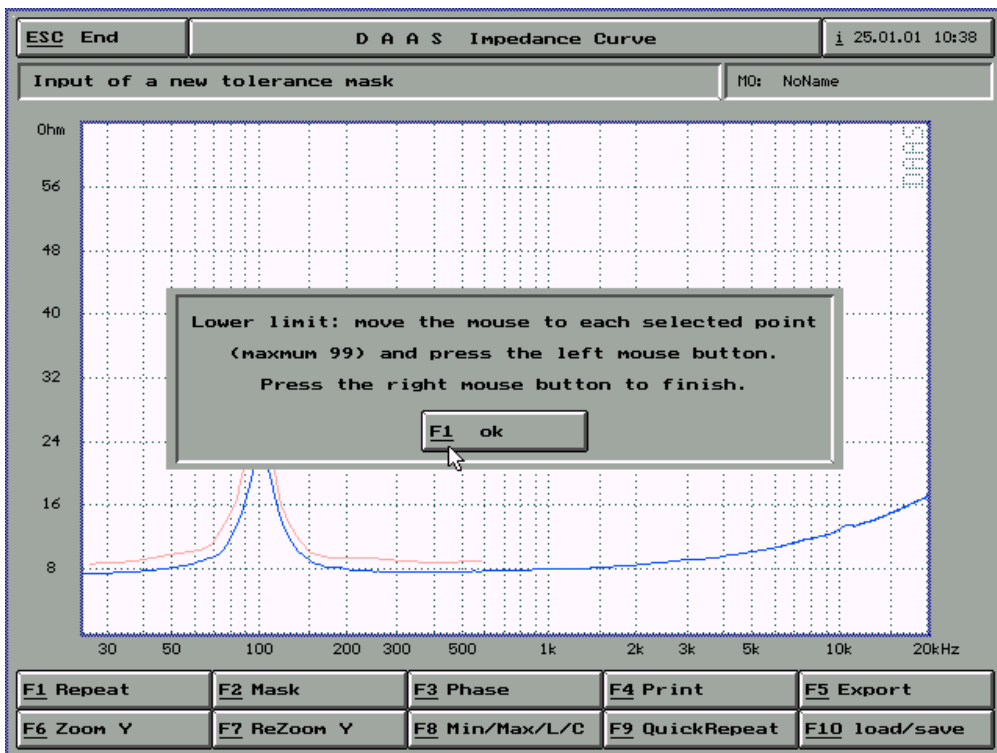

图 10-20
- 5) 结束上限的曲线手绘后，出现如图10-20界面点击F1 ok开始手绘下限曲线